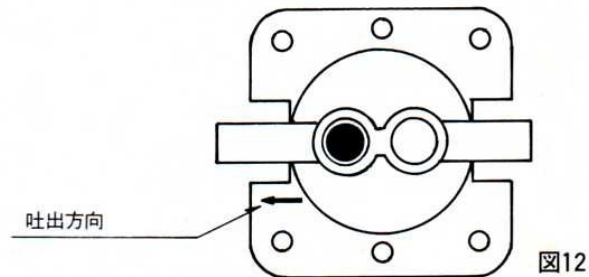

図12
5. 弁の挿入方向がありますので注意して下さい。ケーシングの吐出方向の矢印側が吐出弁となり弁フタ側にきます。(図12)